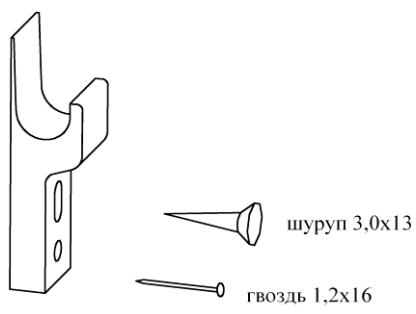

Рис. 3
3. На боковую стенку (2) установить монтажные планки петель с помощью комплектных винтов.
4. К перегородке (4) шурупами 3x20 с полукруглой головкой закрепить пружинные защёлки в соответствии с наколками (рис.3).
5. На внутренней стороне двери в отверстия вставить чашки петель и закрепить их шурупами 3,5x13. В верхней части двери закрепить планку пружинной защелки MINI-LATCH шурупом 3,0x13 через овальное отверстие, после регулировки положения фасада, планка фиксируется гвоздем 1,2x16 через круглое отверстие (рис.3).
6. Установить под пятники на основание (10) (см. схему сборки).